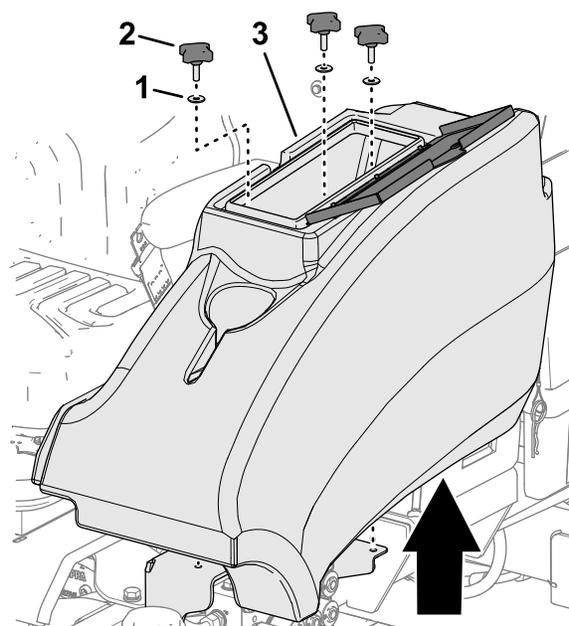

Figura 56
2. Rimuovete le 3 manopole e le 3 rondelle che fissano il vano portaoggetti alla macchina, e rimuovetelo (**Figura 56**).
1. A sinistra della piattaforma dell'operatore, aprite lo sportello del vano portaoggetti (**Figura 56**).